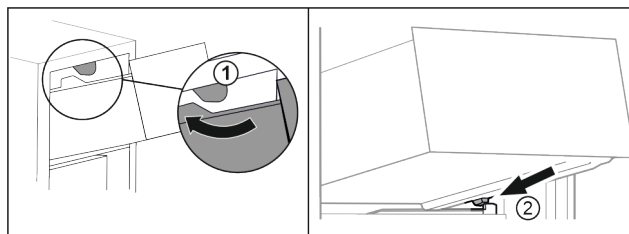

Fig. 90
- Veděte zásuvku podél horních zářezek. Fig. 90 (1)
- Nasadte zásuvku šikmo za dolní zářezky na žebrování na nádoby. Fig. 90 (2)